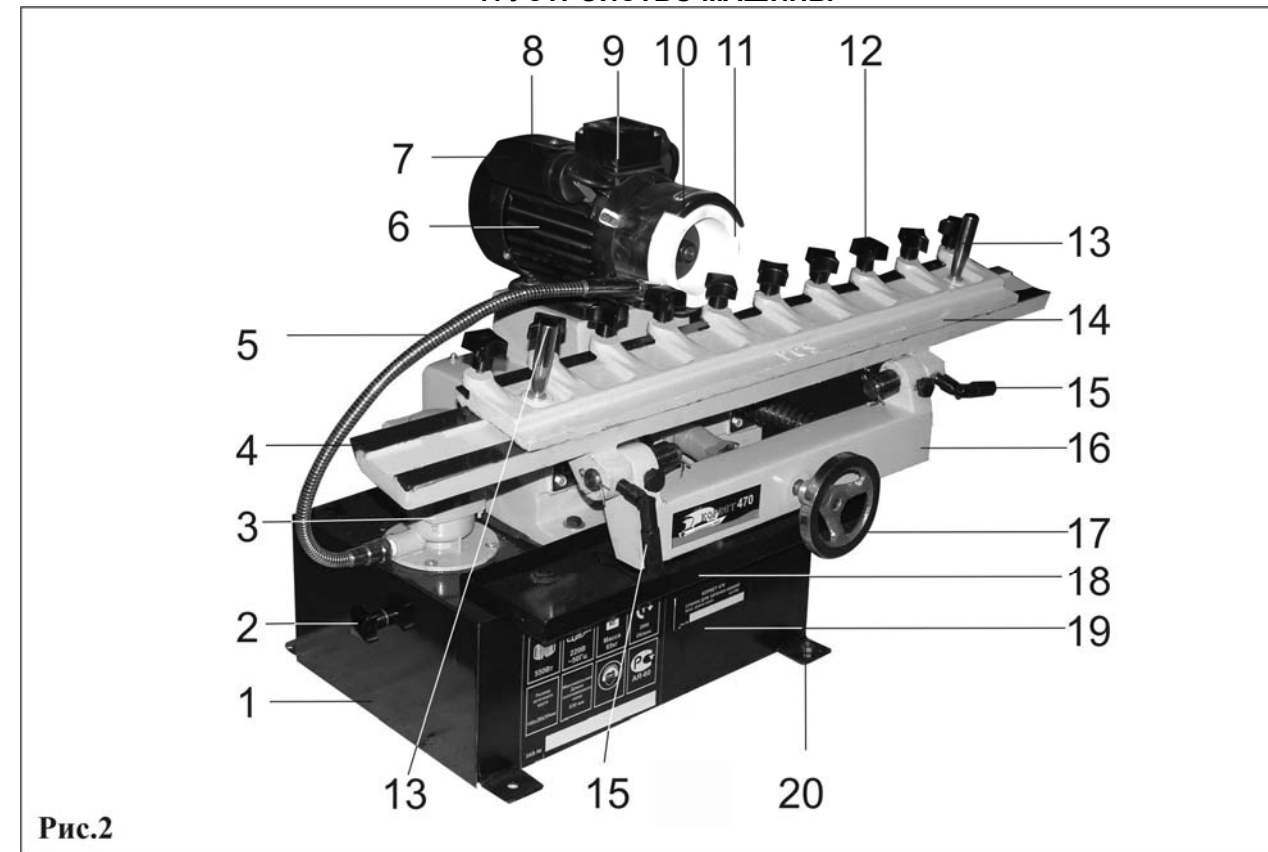

Рис.2
7.1. Машина состоит из следующих сборочных единиц и деталей (Рис.2)
8.1. Монтаж машины (Рис.2)
8.2. Установка электродвигателя (Рис.2,3,4,5)
8.2.2. С клеммой коробки (9), Рис.2, снимите крышку (25). На электрическом проводе (21) установите гайку (22) и втулку (23), как показано на Рис.3.
8.3. Установка подвижного рабочего стола (Рис.2,7)
9.1. Регулировка перед началом работы (Рис.2, 7)